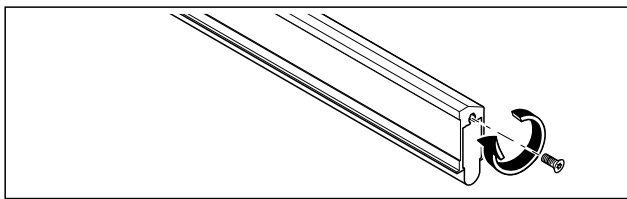

Abb. 12 Das Dichtungselement mit Schrauben am Absenkichtungsprofil fixieren
- 2. Das Dichtungselement im Profil der Absenkichtung auf jeder Seite mit einer Schraube fixieren (Abb. 12).